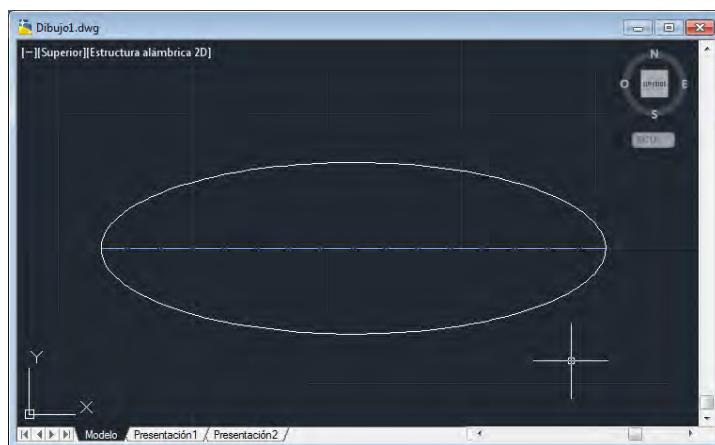

Figura 7.61. El tercer punto en la construcción de la elipse determina ejes mayor y menor.
El primer eje de la elipse, que puede ser el mayor o el menor, en la figura 7.61 se representa el mayor, se define precisando sus dos extremos, mientras que el segundo puede definirse de tres formas:
- Señalando un punto en la pantalla, en cuyo caso AutoCAD medirá la distancia entre el punto señalado y el punto medio del eje precisado en primer lugar. De este modo calcula la mitad de la longitud del segundo eje de la elipse (figura 7.61).